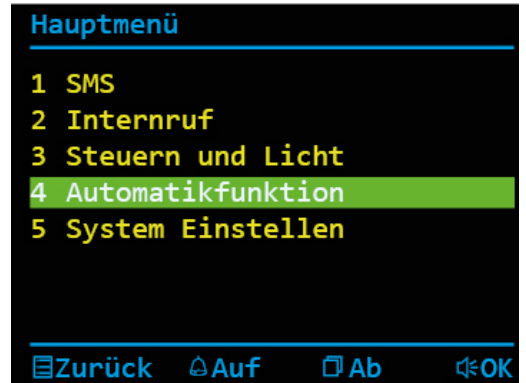

Abb. 31: Hauptmenü mit Menüpunkt Automatikfunktion
- ▶ Drücken Sie die Bildtaste  oder die Ruf AUS-Taste  und wählen das Menü *Automatikfunktion* aus (Abb. 31).